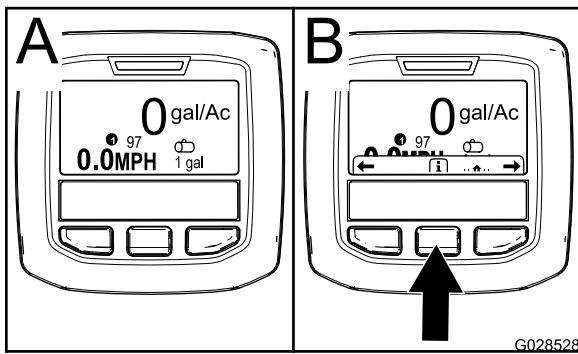

Рисунок 60
2. Приблизительно через 15 секунд появится главный экран. Нажмите среднюю кнопку выбора, чтобы вывести информацию (Рисунок 60).